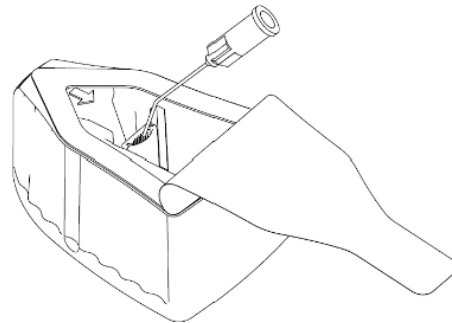

Fig. 1
3. Abra el contenedor de la LIO e inyecte material viscoelástico en el soporte de la lente, mientras aún está en el contenedor. No introduzca la cánula en el soporte de la lente para evitar daños en la LIO, como se muestra en la Fig. 1.